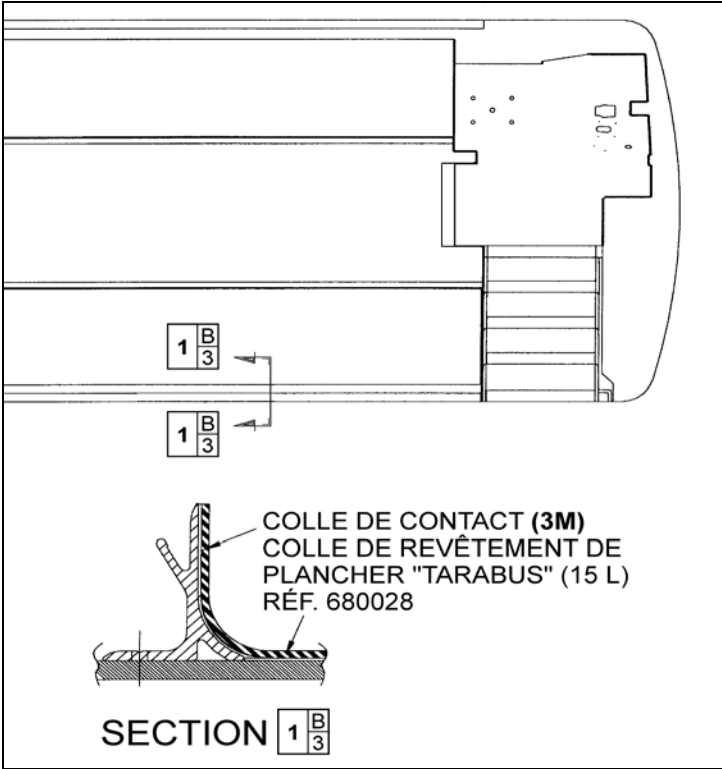

FIGURE 25: APPLICATION DE LA COLLE POUR REVÊTEMENTS DE PLANCHER DE LA GAMME TARABUS
6. Appliquer de la colle pour revêtement de plancher (680028) sur le contreplaqué à l'aide d'une truelle crantée avec une denture de 1/8 po. Si besoin, appliquer de la colle de contact (3M) (684655 ou 684654) sur le moulage en aluminium ainsi sur la partie du revêtement de plancher qui sera en contact avec le moulage (voir la Figure 25).